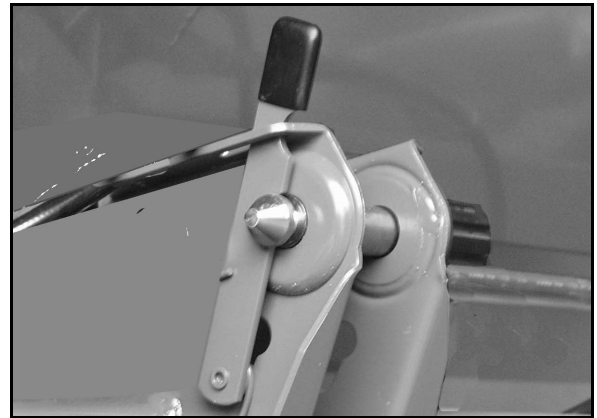

图 45
4. 用加载弹簧自动生效的保险掣子防止上连杆销 (图 45) 意外松脱。